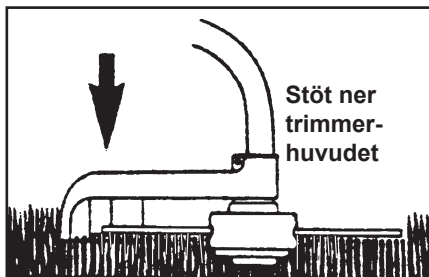

Bild 14.
2. Stöt ner trimmerhuvudet mot marken och släpp upp det igen. Se bild 14.